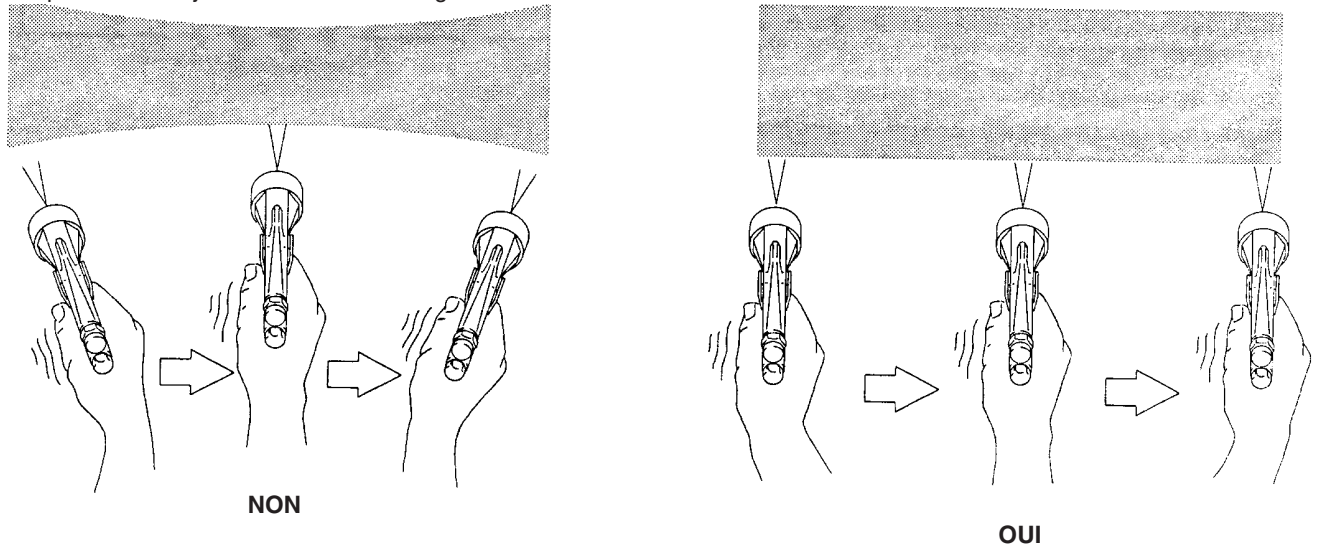

Fig. 20
1. Pour obtenir les meilleurs résultats lorsque l'on applique un produit, maintenir le pistolet perpendiculaire à la surface de l'objet et veiller à ce qu'il y ait une distance de 150 à 200 mm entre le pistolet et l'objet à encoller. Voir la Fig. 20.